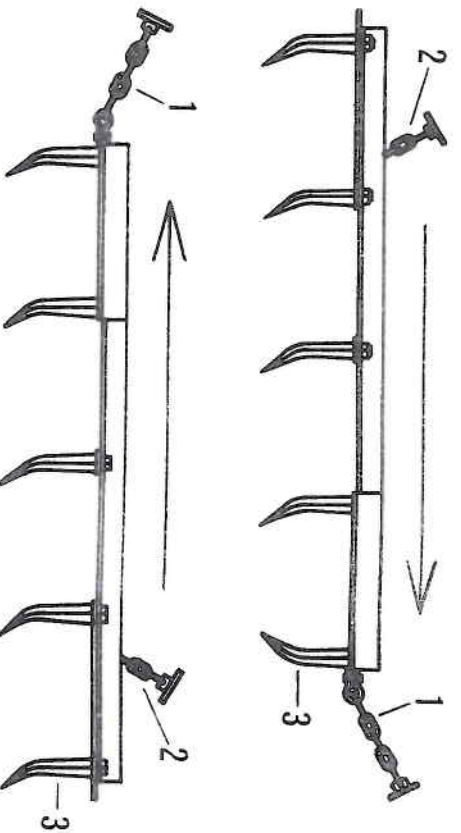

Abb. 44 Die Eggenfelder können vor- oder rückwärts angehängt werden.
- Bei Verstopfungsfahrer der Egge dieselbe rückwärts wie auf Abb. 44, Seite 18, einhängen.
4. Für flache Arbeit (nach Grünlandumbruch), auf leichten Boden und bei Verstopfungsfahr die Egge rückwärts anhängen (siehe Abb. 44, Seite 18).
5. Bei Transportfahrten und bei der Arbeit dreht man den Spindelfuß (2) immer hoch, um Schäden an der Spindelfußführung zu vermeiden.
Zu diesem Zweck Zugketten (1) und Tragketten (2) umstecken - Abb. 44.